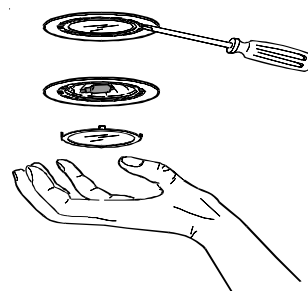

Рис. 6
- Чтобы снять плафон освещения, вставьте под него отвертку, как указано на **рис. 6**.